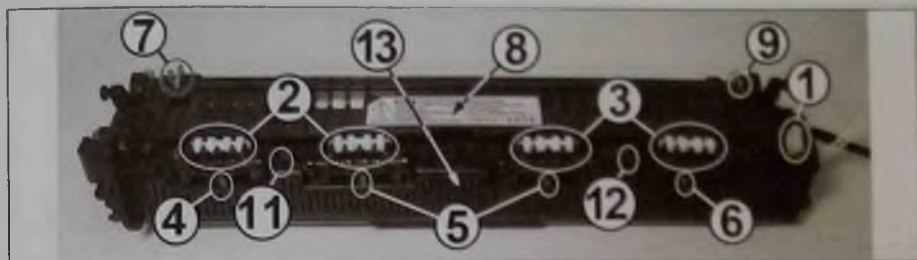

Рис. 38
3. Перемещают выходной вал транспорта бумаги влево до выхода правой стороны из посадочного бушинга (1 на рис. 38). Далее приподнимают правую сторону вала вверх до выхода за пределы основания, перемещают его вправо, вынимают левую сторону из посадочного отверстия левого бушинга и снимают вал с узла термозакрепления.
4. Освобождают фиксатор правого бушинга (1 на рис. 38) выходного вала транспорта, поворачивают его от себя до совмещения фиксирующих выступов на бушинге с пазами на основании, перемещают его вправо, вынимают из посадочного отверстия и снимают с узла.
5. Запоминают местоположение блоков прижимных роликов (2 и 3 на рис. 38) и пружин (4-6) их привода. Последовательно перемещают вверх и снимают с узла четыре блока прижимных роликов вала транспорта бумаги в сборе с пружинами. При выполнении операции не допускают утери пружин, расположенных под блоками роликов, они прижимают блоки к выходному валу транспорта бумаги.
6. Снимают клинсу (7 на рис. 38) с левой оси пластмассовой верхней крышки (8). Перемещают ближнюю сторону крышки от себя (открывают), устанавливают ее в вертикальное положение и перемещают влево, до выхода левой оси крышки с посадочного отверстия. Далее приподнимают левую сторону крышки вверх до выхода оси за пределы корпуса. Перемещают крышку влево, вынимают правую ось (9) из посадочного отверстия и снимают крышку с узла.
7. Освобождают два фиксатора (11 и 12), перемещают верхнюю сторону крышки (13) термозащитного предохранителя к себе и снимают ее с узла термозакрепления.
8. Снимают левую (1 на рис. 38) и правую (2) пружины, обеспечивающие прижим резинового вала к термовалу. Вначале снимают ближнюю сторону пружин с пластмассового основания первой половины узла, затем извлекают дальнюю сторону пружины из отверстий на левом и правом металлических кронштейнах крепления резинового вала второй половины узла термозакрепления.